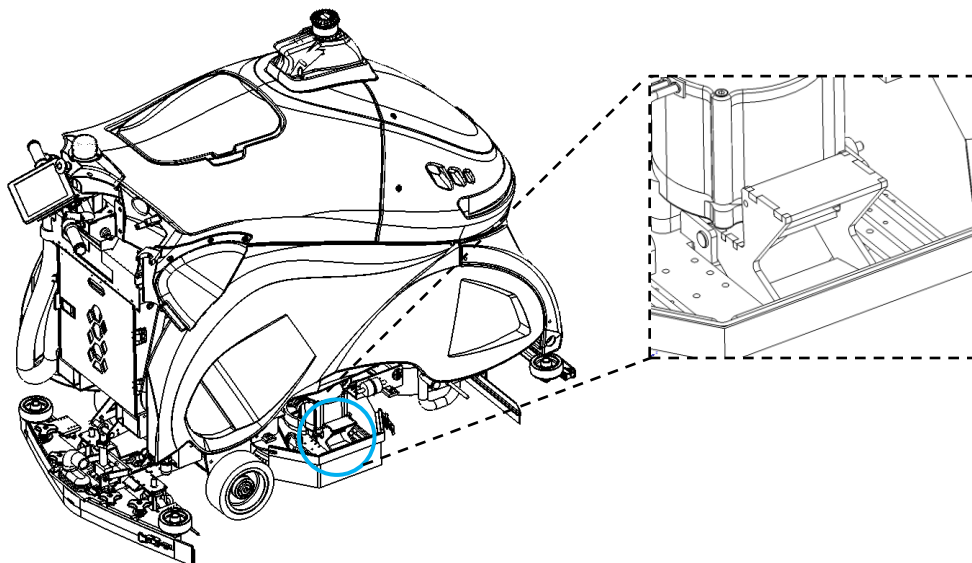

Fig. 1
1. Trap op het pedaal om de borstel uit de magnetische koppelingen los te maken (Fig. 1).